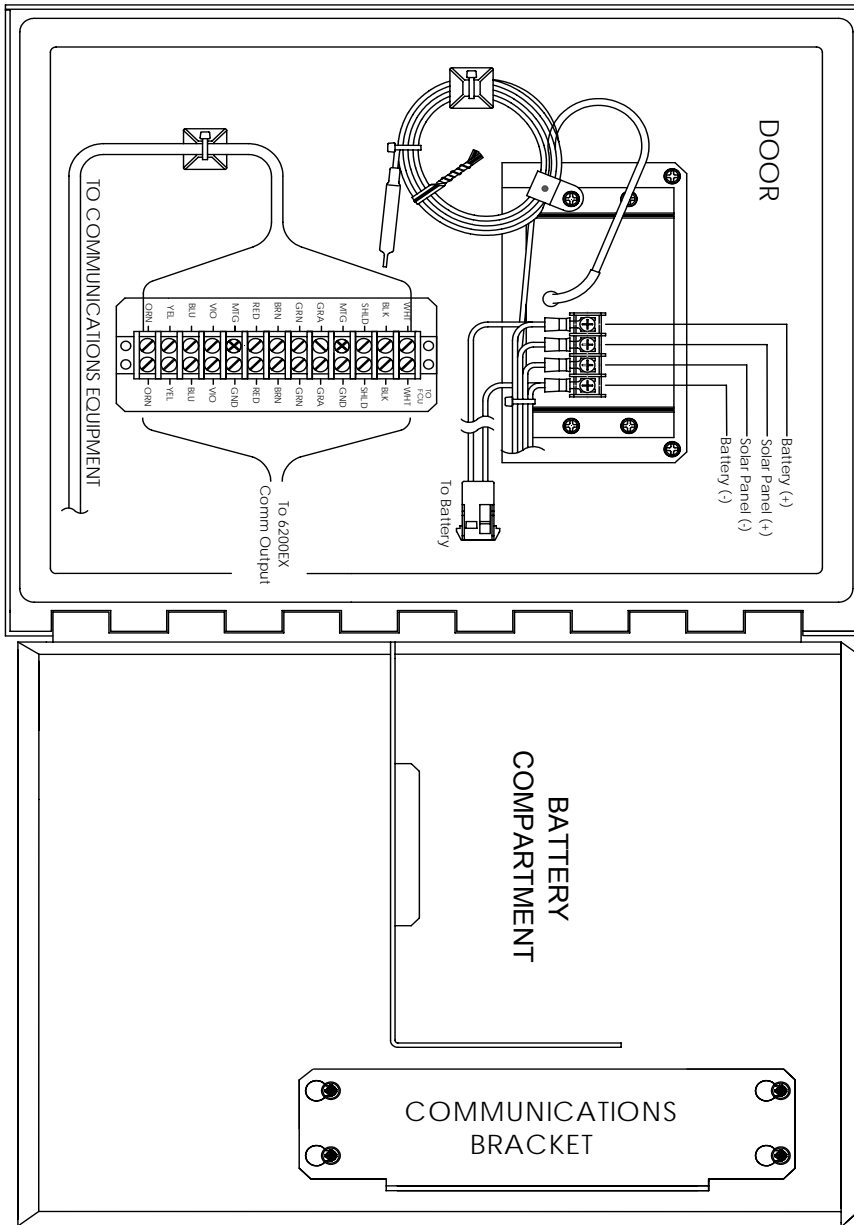

Figura 10 (Modelo 6270, Unidad de Equipo Opcional)
8. El cable de alimentación del panel solar se conecta a la matriz de terminales de entrada (Ver la Figura 10). Quitar uno de los tapones de los agujeros en el OEU e instalar el conector del cable. Quitar la tuerca, el anillo de sellamiento y la arandela de goma del conector del cable. Deslizar la tuerca, el anillo de sellamiento y la arandela por el cable e insertar el cable a través del cuerpo del conector. Deje que un tramo suficiente del cable de alimentación se extienda en la unidad para conectarlo a la matriz de terminales de entrada +/-.